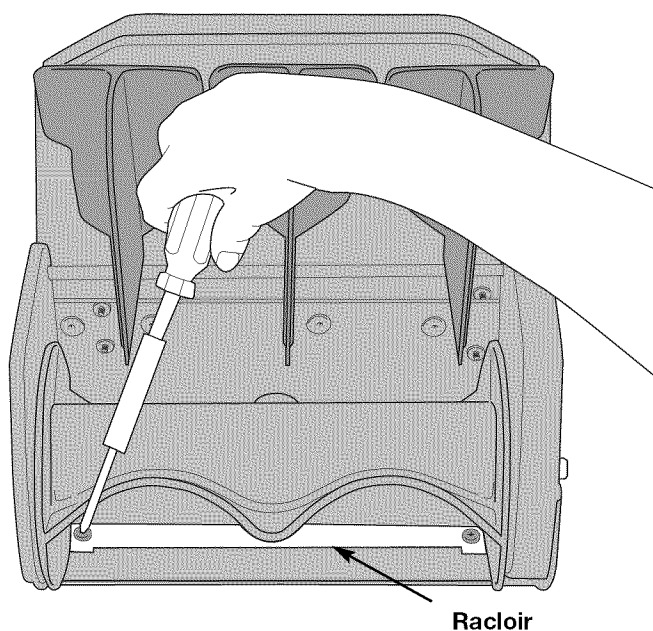

Fig. 12
2. Sous le rotor, repérez puis retirez les trois (3) vis, qui retiennent le racloir au boîtier, à l'aide d'un tournevis à lame plate ou d'une mèche no. T20 Torx (Fig. 12).